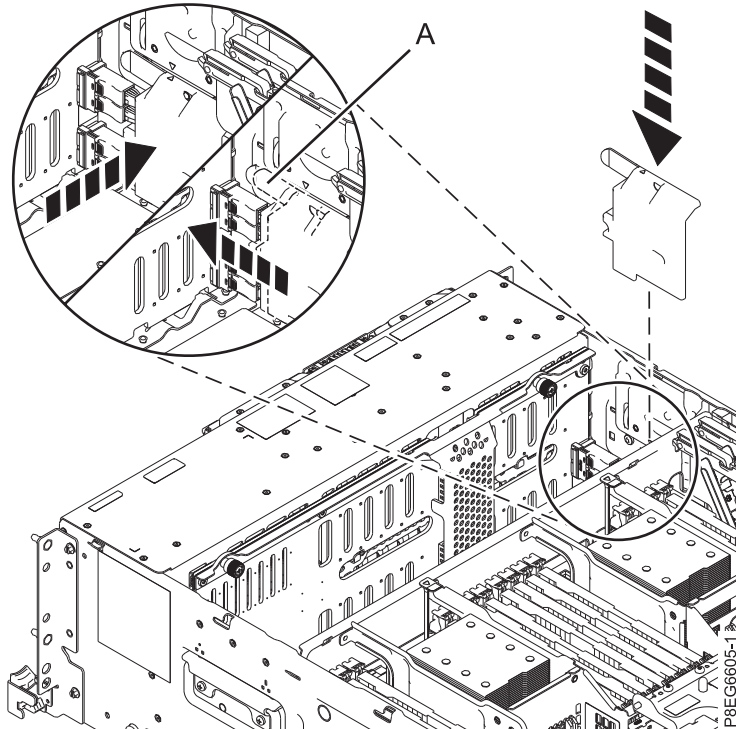

Figura 9. Sustitución de la cubierta del cable SAS
8. Vuelva a colocar la cubierta del cable SAS. Organice los cables en la zona lateral del chasis antes de volver a colocar la cubierta de los cables. Coloque las ranuras de la cubierta sobre las patillas de la zona lateral del chasis. El símbolo de triángulo en la cubierta del cable SAS se alinea con el símbolo de triángulo en la parte lateral del chasis cuando las ranuras de la cubierta y las patillas se alinean correctamente. Empuje la cubierta hacia la parte frontal del sistema hasta que encaje en su sitio. Consulte la Figura 9 en la página 10.